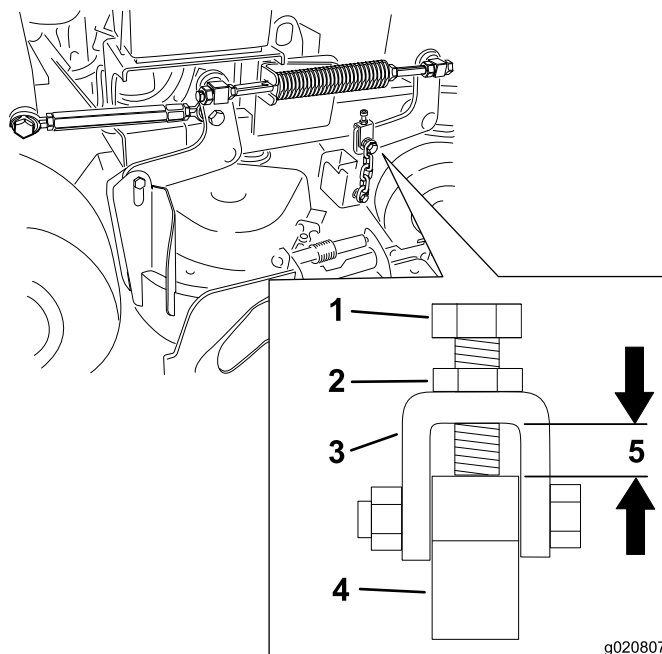

Figura 83
- Nota:** Esta distancia debe ser de 11 mm (7/16 pulgada), según se muestra en Figura 83.
- Afloje la contratuerca y ajuste el perno de ajuste para obtener la distancia correcta, según se muestra en Figura 83.